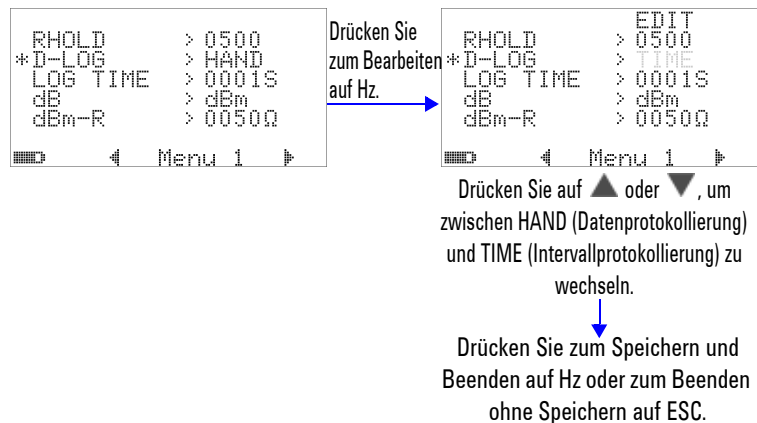

Abbildung 4-3 Einrichten der Datenprotokollierung
- 1 Wählen Sie die Einstellung HAND, um die manuelle Datenprotokollierung (HAND) zu aktivieren oder TIME, um die Intervalldatenprotokollierung (TIME) zu aktivieren. Siehe Abbildung 4-3 auf Seite 88